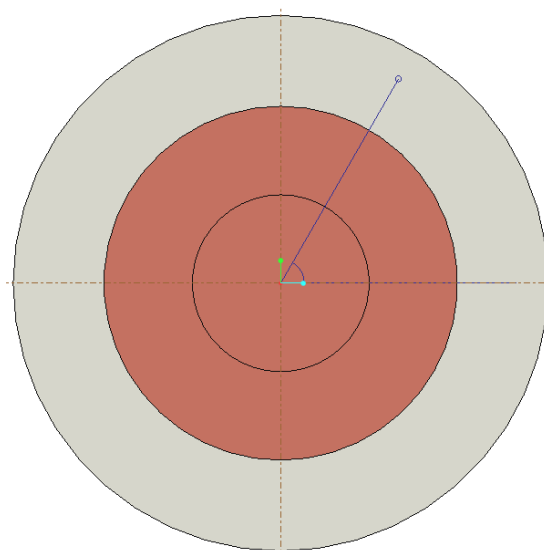

Рисунок 3-14
**Расстояние от центра** - радиус окружности, на которой располагаются центры генерируемых крепежных элементов - Рисунок 3-14.